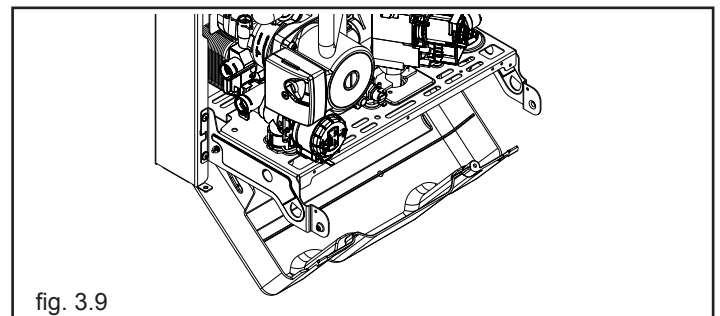

fig. 3.9
- utilizzando i perni di ancoraggio in dotazione, fissare come indicato in fig. 3.9 la copertura alla mensola